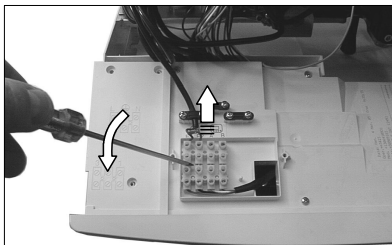

Fig. 1.1
- 1 Отсоединить клеммную коробку дистанционного подключения Fig. 1.1.